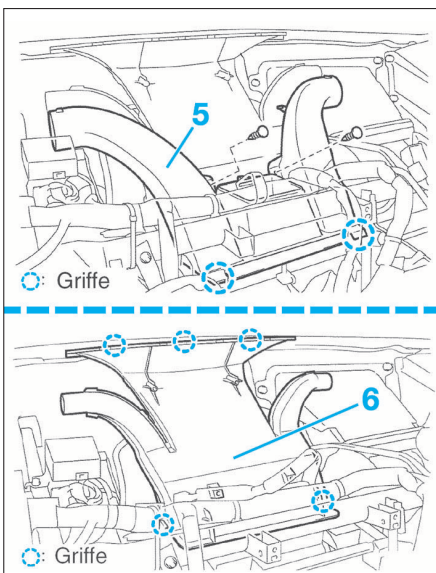

FIG. 14
- Déposer la gaine principale (5) puis la buse de dégivrage (6) (fig. 14).